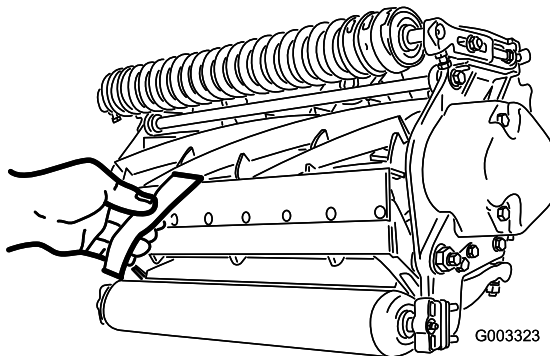

Figure 10
2. Contrôlez la performance de coupe en insérant une longue bande de papier de performance de coupe (réf. Toro 125-5610) entre le cylindre et la contre-lame, perpendiculairement à la contre-lame (Figure 10). Faites tourner lentement le cylindre en avant ; il devrait couper le papier.